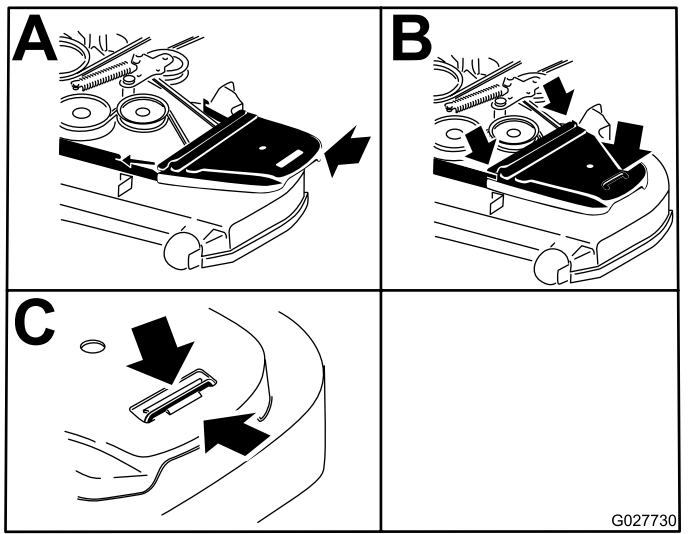

Figura 62
12. Instale las cubiertas de la correa (Figura 62).